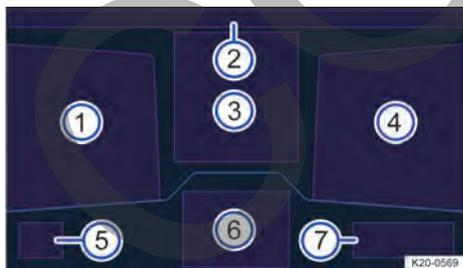

Fig. 11 Cuadro de instrumentos digital (variante 2) con vista digital en el tablero de instrumentos (representación esquemática).
El área de visualización principal → fig. 11 ③ se puede cambiar pulsando la tecla **VIEW**. En el área de visualización se pueden mostrar las siguientes vistas: